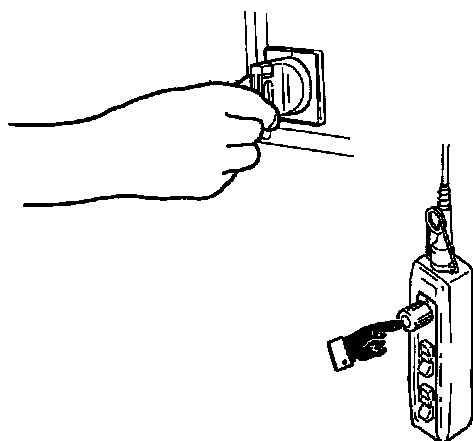

Abb. 163
- Unterbrechen Sie die Betriebsspannung der Katze, indem Sie den Not-Aus-Taster **-1-** drücken und den Hauptschalter auf "O" oder "OFF" stellen. Begeben Sie sich unter den nötigen Sicherheitsvorkehrungen in den Arbeitsbereich und bewahren Sie die Druckknopftafel in der Höhe auf, um zu vermeiden, dass sie vom Boden aus betätigt werden kann (Abb. 163).